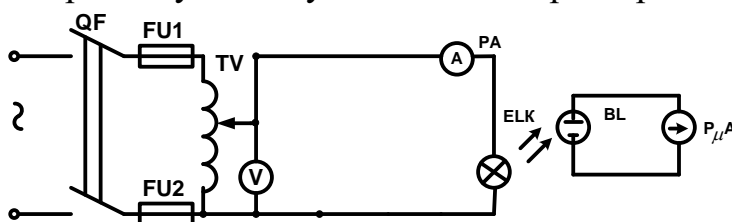

Рис.5.1 Электрическая схема для исследования источника ИК излучения
2. Собрать электрическую схему (рис.5.1) для снятия электрических и световых характеристик инфракрасных ламп накаливания.